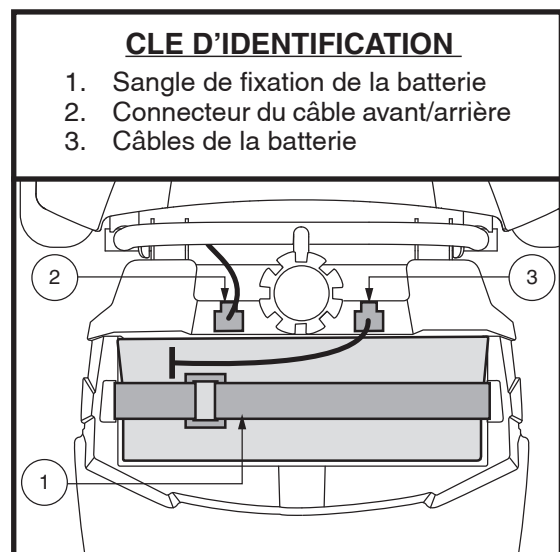

Figure 24. Sangle de fixation de la batterie
1. Débranchez les câbles de la batterie et retirez l'emballage de la batterie du Travel scooter. Voir la figure 24.
2. Débranchez les câbles d'alimentation de la batterie et les sangles de fixation puis retirez la batterie du Travel Scooter. **Voir la figure 24.**